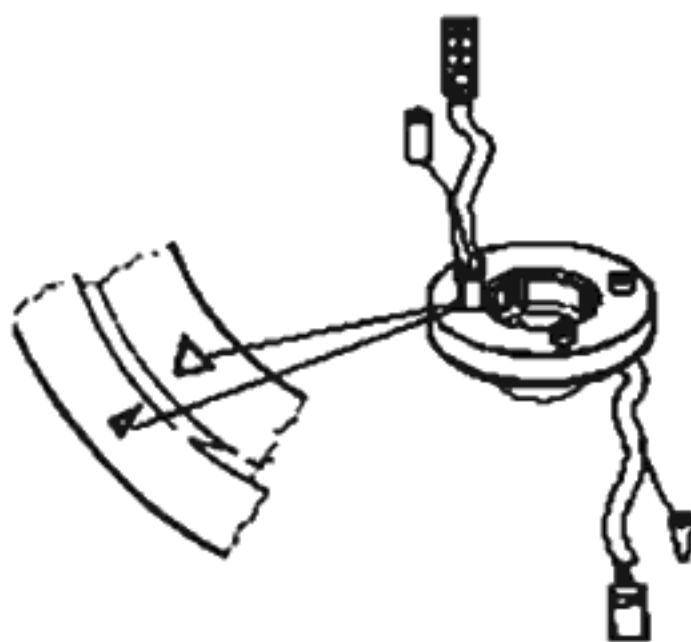

图 8-3
(b) 时钟弹簧对中方法: 按逆时针方向旋转至极限位置(直到不能再转动为止), 然后反方向旋转约 3 圈, 直至对准箭头。(见图 8-3)。
10. 检查**(a) 驾驶员侧气囊模块地检查(见图8-3)**